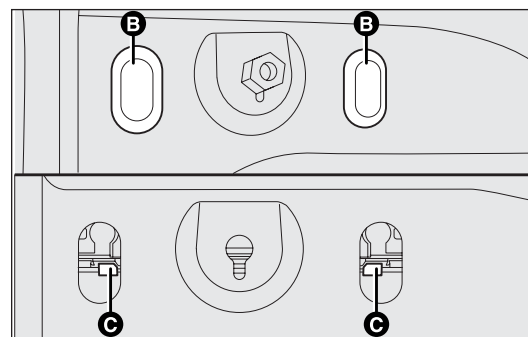
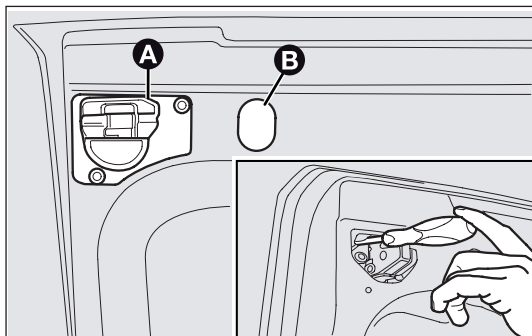

fig. 159a
fig. 159b
- pour les versions avec portes battantes, enlever les bouchons en caoutchouc B-fig. 159a, agir sur les ailettes C de retenue et extraire le groupe ;
- pour les versions avec toit surélevé et portes battantes, retirer la protection en plastique A-fig. 159b et le bouchon en caoutchouc B-fig. 159a montés par pression ; à l'aide d'un tournevis, agir sur les ailettes de retenue (voir schéma) et extraire le groupe ;